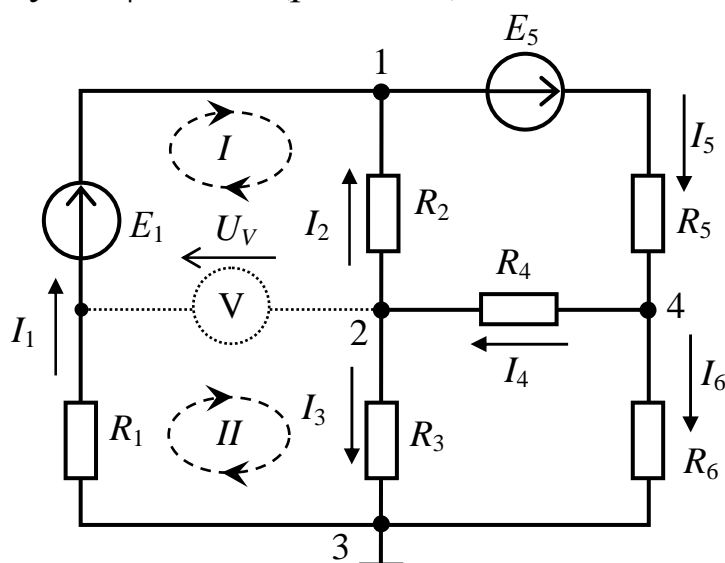

Рис. 1.33
**Задача 1.3.3.** Рассчитать цепь задачи 1.3.2 методом узловых потенциалов. Определить показания вольтметра (рис. 1.33).
Выбираются условно положительные направления токов во всех ветвях схемы. Потенциал одного из узлов принимается равным нулю (заземляется). Пусть  $\varphi_{33}=0$ , В (рис. 1.33).
Показания вольтметра можно определить, составив уравнение согласно второму закону Кирхгофа для любого независимого замкнутого контура, содержащего вольтметр (рис. 1.33).